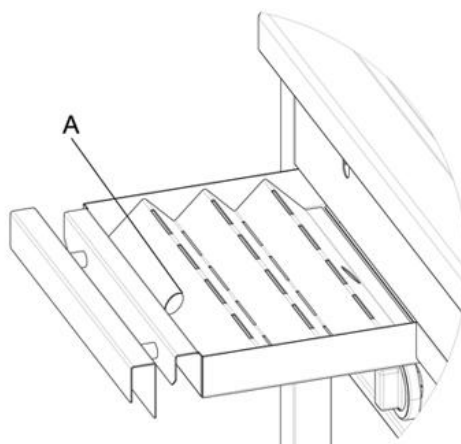

Рис.5 Максимальный уровень воды в поддоне-жиросборнике
- Заполните поддоны-жироборники 7 (рис.1) водой до уровня А в отверстии волнореза (рис.5).
- аккуратно долить воду до уровня А (рис.5);